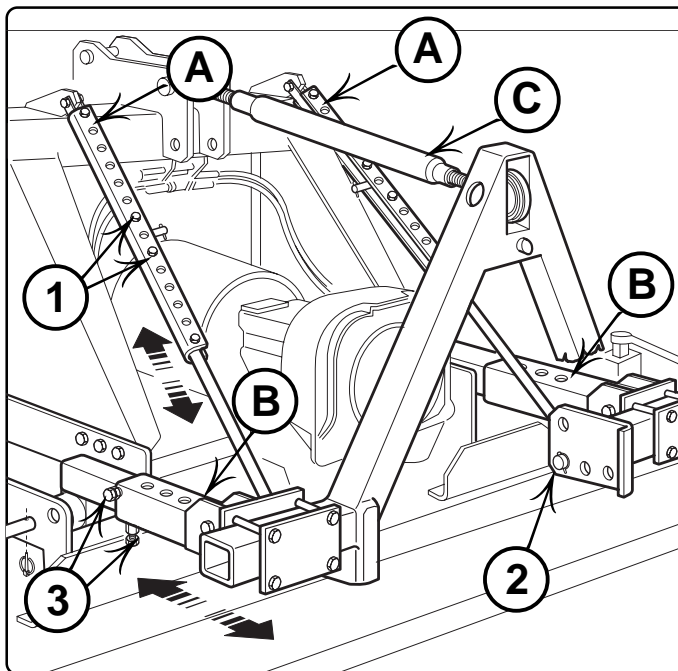

Fig. 14
1) Le barre regolabili (A Fig. 14), sorreggono il triangolo mantenendolo all'altezza prestabilita. Per registrarne la posizione, togliere le viti (1 Fig. 14), scorrere con il tirante lungo la guida forata e rimontare le viti lasciando un foro di intervallo. Per individuare la corretta posizione può
1) The adjustable bars (A, Fig. 14) support the triangle, keeping it at a preset height. To adjust the position, remove the screws (1, Fig. 14), run the tie-rod along the perforated guide and tighten the screws, leaving an interval of one hole. To find the correct position it may be necessary to move the tie-rod to one of the plate
1) Les barres réglables (A Fig. 14) soutiennent le triangle en le maintenant à la hauteur prévue. Pour en régler la position, enlever les vis (1 Fig. 14), glisser avec le tirant le long de la glissière percée et remonter les vis en laissant un trou d'intervalle. Pour repérer la position correcte, il se peut qu'il faille déplacer le tirant sur un des trous de la plaque (2 Fig. 14).
2) les bras télescopiques (B Fig. 14)
1) Las barras regulables (A fig. 14), sostienen el triángulo manteniéndolo a la altura preestablecida. Para regular la posición del mismo, quite los tornillos (1 fig. 14), deslícelo con las varilla a lo largo de la guía perforada y monte nuevamente los tornillos dejando un agujero intermedio. Para localizar la posición correcta,
rendersi necessario lo spostamento del tirante su uno dei fori della piastra (2 Fig. 14).
2) I bracci telescopici (B Fig. 14) consentono di spostare in senso longitudinale il triangolo.
Allentare le viti e dadi (3 Fig. 14), variare la lunghezza dei bracci, serrare nuovamente viti e dadi.
3) Con il tirante regolabile (C Fig. 14) registrare la perpendicolarità del triangolo.
holes (2, Fig. 14).
2) The extension arms (B, Fig. 14) permit moving the triangle longitudinally. Slacken the bolts and nuts (3, Fig. 14), vary the length of the arms, tighten all bolts and nuts again.
3) Using the adjustable tie-rod (C, Fig. 14) adjust the perpendicularity of the triangle.
Desserrer les vis et les écrous (3 Fig. 14), modifier la longueur des bras, serrer à nouveau les vis et les écrous. Régler le triangle en hauteur en suivant les indications du point 1.
3) Avec le tirant réglable (C Fig. 14) régler la verticalité du triangle.
puede ser necesario desplazar la varilla sobre una de los agujeros de la placa (2 fig. 14).
2) Los brazos telescópicos (B fig. 14) permiten desplazar el triángulo en sentido longitudinal.
Afloje los tornillos y tuercas (3 Fig. 14), modifique la longitud de los brazos, apriete nuevamente los tornillos y tuercas.
3) Con la varilla regulable (C fig. 14) ajuste la perpendicularidad del triángulo.